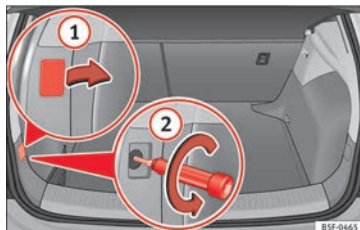

Fig. 217 Maletero: posición del tornillo de fijación para la unidad de luz trasera.
- Retire la cubierta haciendo palanca con el lado plano de un destornillador en el rebaje y retire la cubierta de la abertura » **fig. 217 ①**.
- Desenrosque cuidadosamente con un destornillador el tornillo que hay detrás en sentido contrario a las agujas del reloj (flecha) » **fig. 217 ②**.